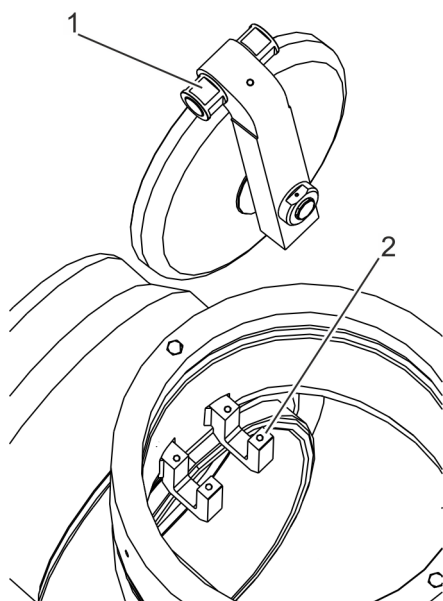

Fig. 24: Tenir compte de l'alignement des coussinets
Orienter les coussinets de telle sorte que les surfaces planes (Fig. 24/1) soient orientées vers le haut.
3. ➔ Introduire les coussinets dans les pièces de maintien (Fig. 24/2) du carter.